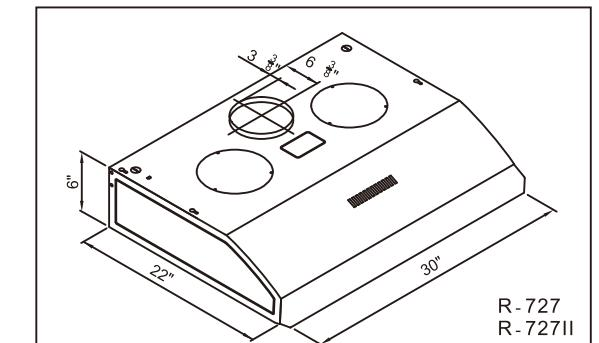
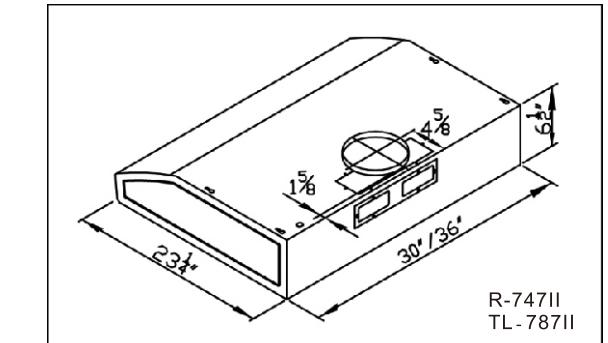
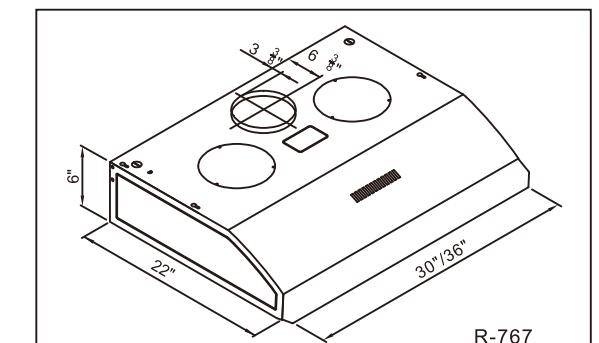

Fig.1
Fig.2
Fig.3
1. Dimension détails. (Fig.1) (Fig.2) (Fig.3)
(1) Pour la prise d'air ronde attachez le tuyau de 6" qui est de taille courante. (Fig.1)(Fig.2)(Fig.3)